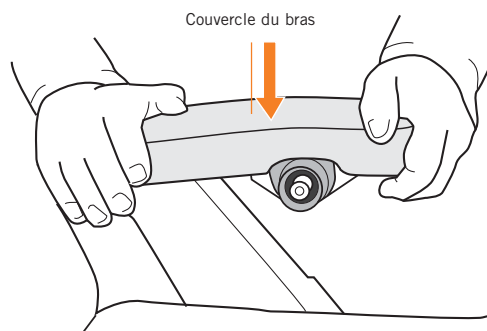

Fig.3
5. Tout en tenant le boîtier fermement en place, placez le protège-accoudoir en position et appuyez fermement (Fig.3).